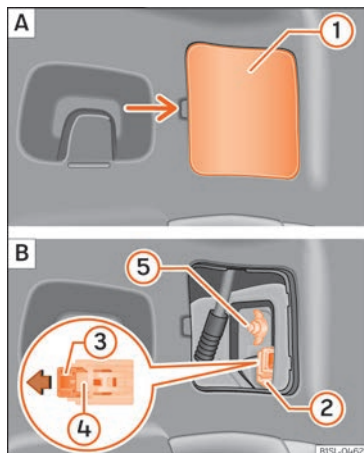

Fig. 52 En el lateral del maletero: desmontar el grupo óptico trasero.
- Retire la cubierta (1) con cuidado haciendo palanca » » » **fig. 52 [A]**.
- Tire del bloqueo (3) en el conector (2) en la dirección de la flecha » » » **fig. 52 [B]**. Ayúdese para ello del destornillador de las herramientas de a bordo.
- Presione el encastre (4) y extraiga el conector (2) » » » **fig. 52 [B]**.
- Desenrosque la tuerca de mariposa (5) » » » **fig. 52 [B]**.
- Sujete con una mano la luz trasera en la posición de montaje y enrosque fijamente la tuerca de mariposa con la otra mano (5) » » » **fig. 52 [B]**.
- Inserte el conector (2) en el portalámparas y presione el bloqueo (3) en el conector en la dirección contraria a la flecha » » » **fig. 52 [B]**.